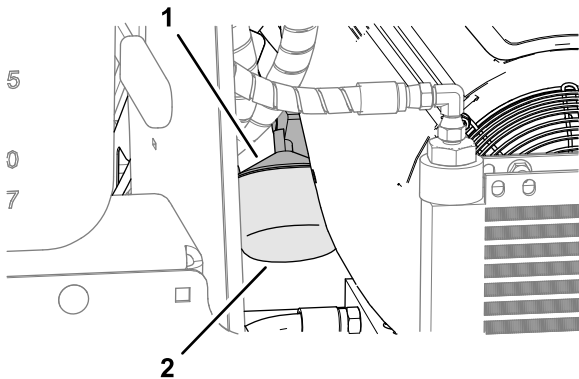

Figura 73
2. Retire el filtro de aceite del motor (Figura 73).
3. Enrosque el filtro nuevo sobre el adaptador del filtro del motor (Figura 73) hasta que la junta entre en contacto con el adaptador, luego apriete el filtro $\frac{1}{2}$ a $\frac{3}{4}$ de vuelta más.